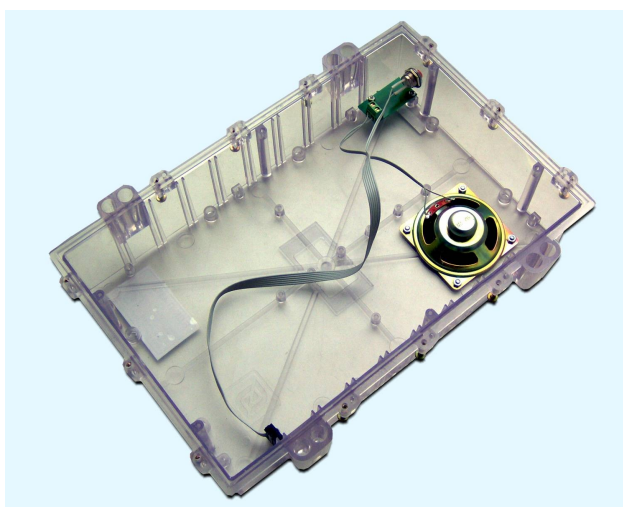

Рисунок 12 - Крышка блока БДК-Л-4М2
2) Подключить к разъему ХР5 КСН блока БДК-Л-4М2 шлейф переговорного устройства, расположенного на крышке корпуса блока (рисунок 12).
4) Подключить к разъему ХР5 КСН блока БДК-Л-4М2-УКЛ шлейф переговорного устройства, расположенного на крышке корпуса блока (рисунок 12).